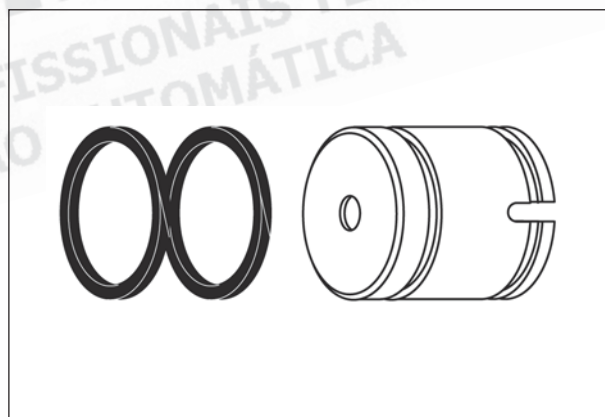

Figura 272
76. Instale novos vedadores dos pistões dos acumuladores em todos os seis pistões, conforme mostra a figura 272.